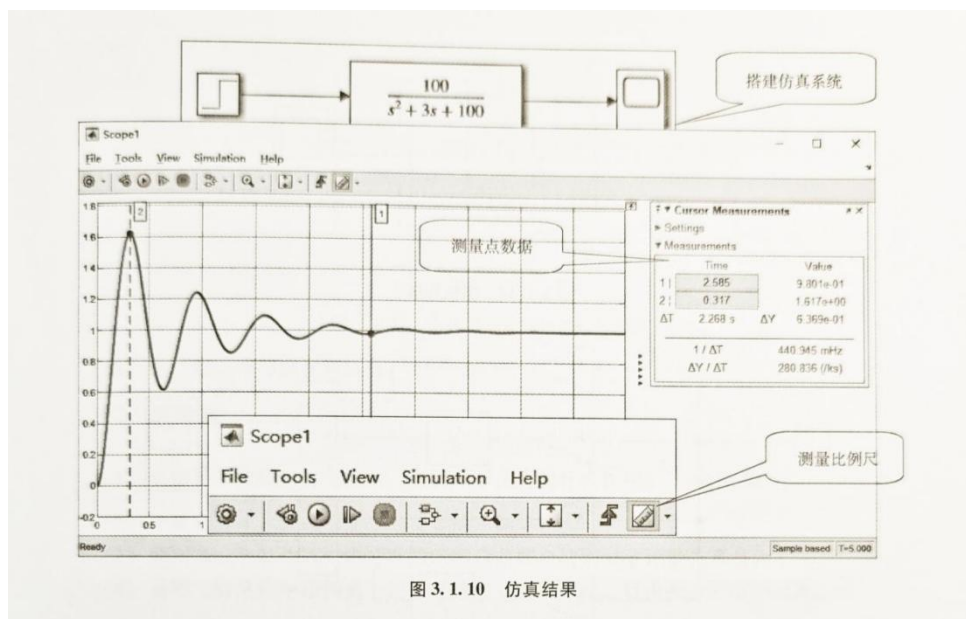

图 3.1.10 仿真结果
(7) 若搭建一个简单仿真系统，将输入信号、连续系统和接收模块连接在一起即可。方法是：单击工具栏的 “Start simulation” 按钮或快捷键 Ctrl + T，即可开始仿真；双击示波器，即可观测输出曲线；单击示波器的比例尺，可测量图形信号中黑点的数据，如图 3.1.10 所示。